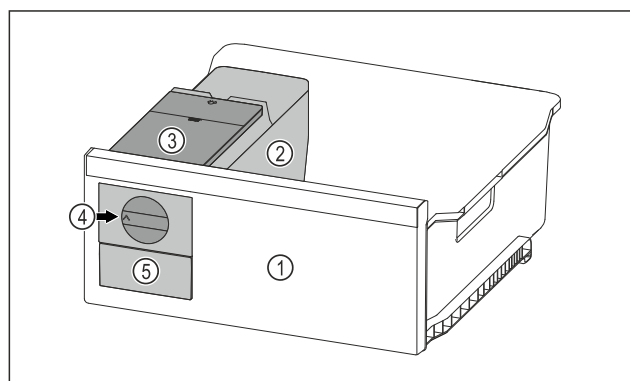

Fig. 108 Примерное изображение
- Поверните поворотную кнопку Fig. 108 (4) по часовой стрелке до упора.
- ▷ Кубики льда упадут из ванночки для кубиков льда в выдвижной ящик для кубиков льда Fig. 108 (5).